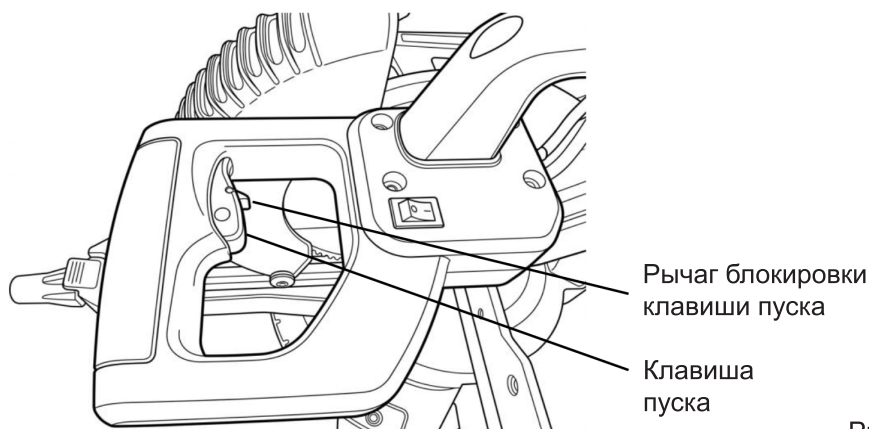
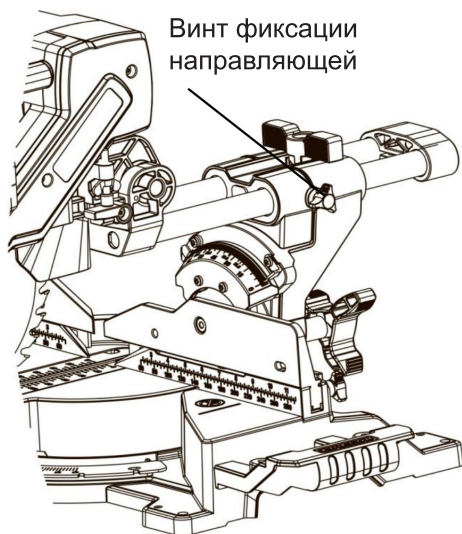
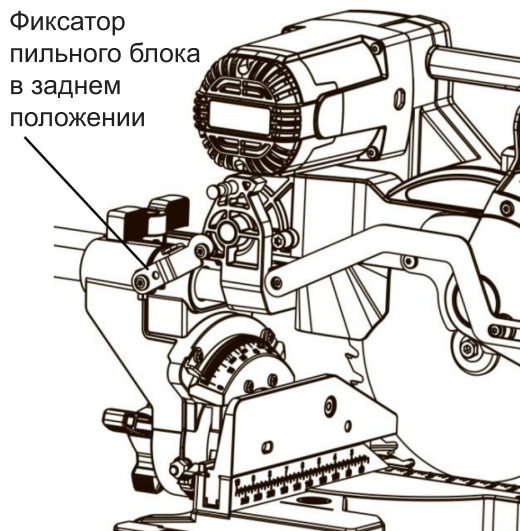

Рис. 11
Рис. 12
Рис. 13
Для запуска пилы убедитесь, что пила полностью собрана, заготовка закреплена, а подвижный защитный кожух работает должным образом. Переместите пильный диск в верхнее положение. Подключите электрокабель пилы к сетевой розетке 230 В/50 Гц. Нажмите на рычаг блокировки клавиши пуска, затем нажмите клавишу пуска, и удерживайте её во время работы (Рис. 11). Перед началом пиления дождитесь, пока диск наберёт максимальные обороты.
Установите заготовку на поворотный стол, прижмите её к фронтальному упору (4) и закрепите струбциной (5) к основанию пилы (Рис 1). Убедитесь, что винт фиксации направляющей затянут (Рис. 12). Для дополнительной фиксации пилы в заднем положении предусмотрен фиксатор (Рис. 13). Нажмите на клавишу пуска (Рис. 11) и дождитесь, пока пильный диск наберёт максимальные обороты. Нажи-
Данная модель пилы позволяет выполнять пиление заготовок шириной до 310 мм и толщиной до 90 мм. Установите заготовку на поворотный стол, прижмите её к фронтальному упору (4) и закрепите струбциной (5) к основанию пилы (Рис. 1). Ослабьте винт фиксации направляющей (Рис. 12). При необходимости снимите фиксатор заднего положения пилы (Рис. 13). Переведите пилу в крайнее переднее положение. Нажмите на клавишу пуска (Рис. 11) и дождитесь, пока пильный диск наберёт максимальные обороты. Нажимая на рабочую рукоятку (13), медленно и равномерно опускайте пильный диск на заготовку, и движением от себя выполните пиление.
ла влево или вправо в пределах технических характеристик пилы. Отрегулируйте угол положения поворотного стола с помощью рукоятки (19), удерживая фиксатор угла поворота (18). Зафиксируйте выбранное положение стола, вращая рукоятку (19). Нажмите на клавишу пуска (Рис. 11) и дождитесь, пока пильный диск наберёт максимальные обороты. Нажимая на рабочую рукоятку (13), опустите пилу до нижнего положения. После окончания пиления выключите пилу и дождитесь ПОЛНОЙ ОСТАНОВКИ ПИЛЬНОГО ДИСКА перед тем, как вернуть пилу в верхнее положение. При длительной работе с одним заданным углом периодически проверяйте точность установки, так как фиксация рукоятки (19) может ослабнуть.
С помощью пилы можно производить пиление под углом от 0° до 45° влево и вправо. Ослабьте винт регулировки угла наклона пильного диска (Рис. 7) и с помощью рабочей рукоятки (13) наклоняйте пильный диск (16) влево или вправо до тех пор, пока левый или правый указатель (в зависимости от направления наклона) не совпадёт с требуемым углом на шкале (6). Затяните винт регулировки угла наклона (Рис. 7). Зажмите заготовку струбциной (5). Нажмите на клавишу пуска (Рис. 11) и дождитесь, пока пильный диск наберёт максимальные обороты. Нажимая на рабочую рукоятку (13), опустите пилу до нижнего положения. После окончания пиления выключите пилу и дождитесь ПОЛНОЙ ОСТАНОВКИ ПИЛЬНОГО ДИСКА перед тем, как вернуть пилу в верхнее положение.
струбцины и других элементов пилы. Отрегулируйте глубину пропила с помощью ограничителя глубины пропила (Рис. 8-9). Нажмите на клавишу пуска (Рис. 11) и дождитесь, пока пильный диск наберёт максимальные обороты. Нажимая на рабочую рукоятку (13), опустите пилу до нижнего положения. После окончания пиления выключите пилу и дождитесь ПОЛНОЙ ОСТАНОВКИ ПИЛЬНОГО ДИСКА перед тем, как вернуть пилу в верхнее положение.